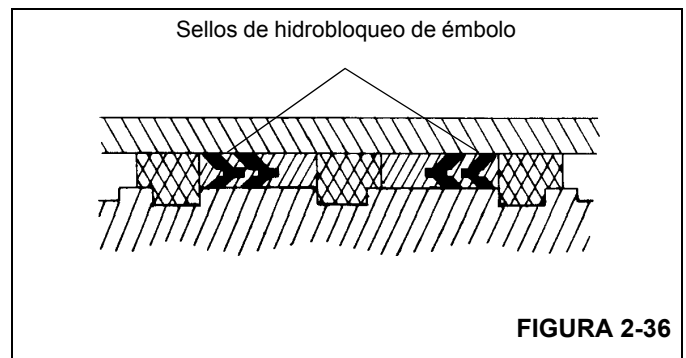

FIGURA 2-36
11. Instale los sellos de hidrobloqueo de repuesto en la parte exterior del émbolo (Figura 2-36). Asegúrese que las partes en V de los dos sellos de hidrobloqueo apunten la una hacia la otra.